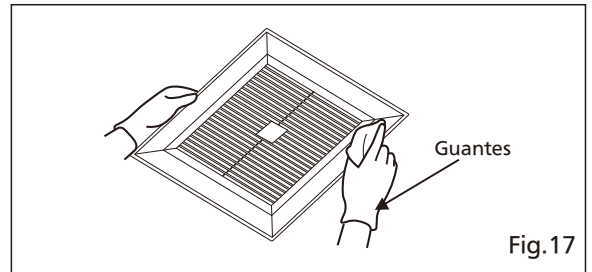

Fig. 17
2. Limpie la rejilla. (No la sumerja en agua caliente. Use detergente de cocina no abrasivo y quite los restos con un trapo limpio y seco) (Fig.17)